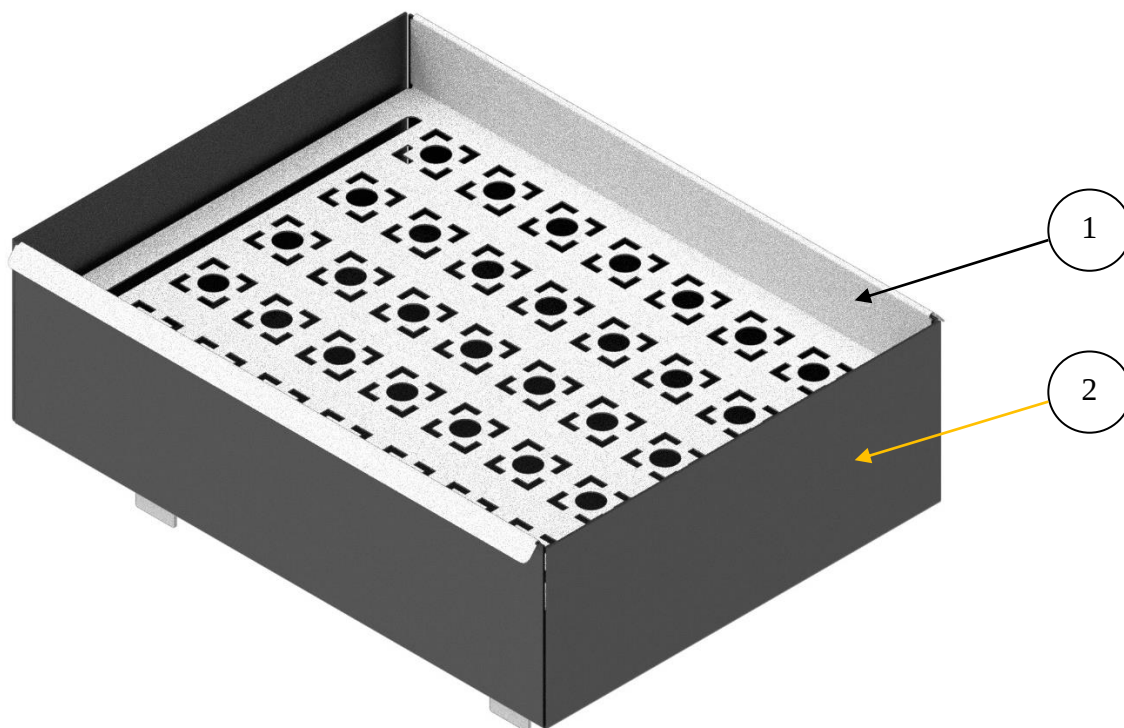

Рис.6.: Арома чаша. Изометрическая проекция.
3. Арома-чаша : бак для чистой воды, объемом 2,5л, с предустановленной сеткой из нержавеющей стали. (Рис.6. :Арома чаша. Изометрическая проекция).